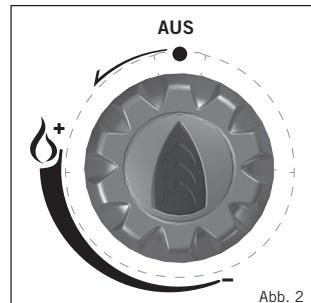

Abb. 2
- Vor dem Anschließen der Gaszufuhr prüfen Sie bitte zuerst, ob sich das Geräteventil in der Aus-Stellung befindet - drehen Sie den Kontrollregler vollständig im Uhrzeigersinn. (Siehe Abb. 2).